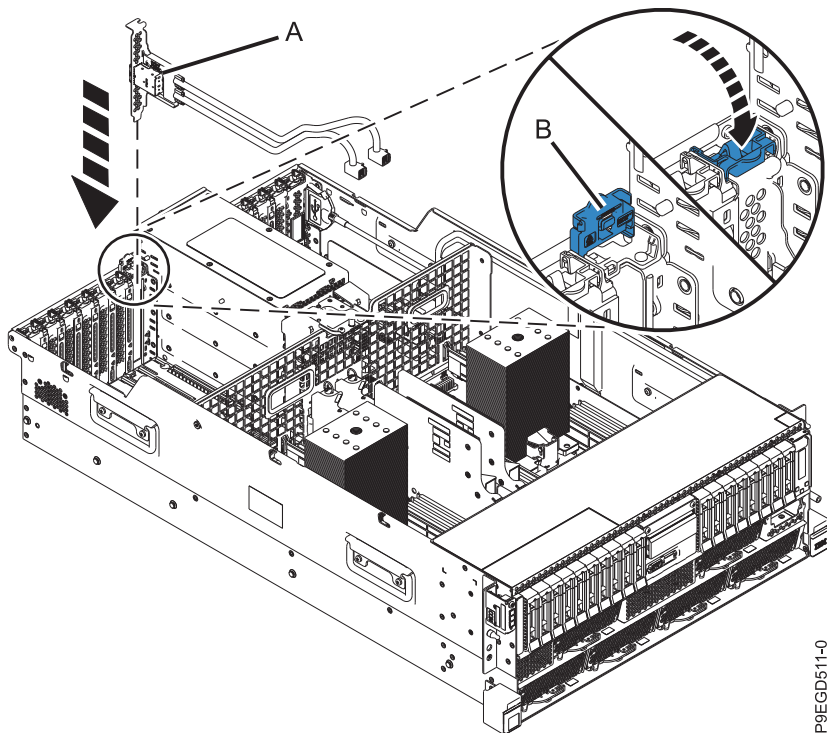

Figure 6. Installation de l'adaptateur de câble SAS arrière
2. Remettez en place l'adaptateur de câble SAS arrière (A) dans l'emplacement de la carte PCI P1-C6. Fermez le crochet de retenue de la carte PCI (B), comme illustré à la figure 6, à la page 8.